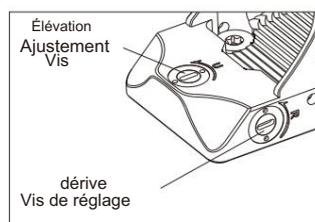

Fig 7
- 2) Le réglage de l'élévation se trouve sur le dessus de la partie arrière du boîtier, tandis que le réglage de la dérive se trouve sur le côté droit. Ce réglage s'effectue en insérant l'extrémité plate de l'outil fourni dans la fente de la tourelle et en le faisant tourner. Voir figure 7.